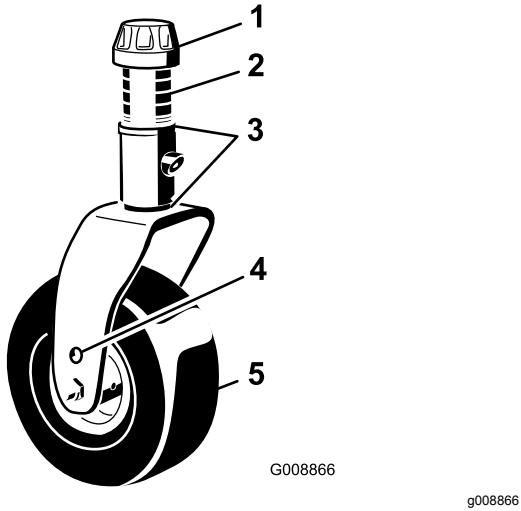
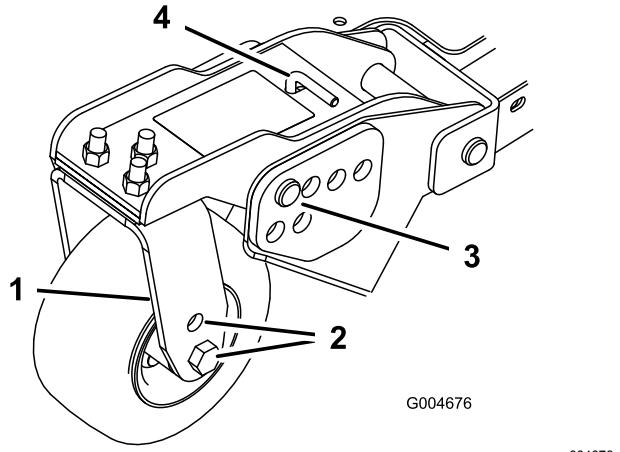

Figura 25
Figura 27
- Coloque os eixos da roda giratória nos mesmos orifícios em todas as forquilhas da roda giratória (Figura 25 e Figura 27).
- Retire a tampa de tensionamento do eixo roscado e desloque o fuso para fora do braço da roda giratória (Figura 25).
- Retire o perno de gancho e os pinos de segurança dos braços articulados das rodas giratórias (Figura 27).
- Rode a barra tensora para levantar ou descer o braço articulado, até os orifícios se encontrarem alinhados com os orifícios da altura de corte desejados, na estrutura da plataforma do cortador (Figura 27 e Figura 28).